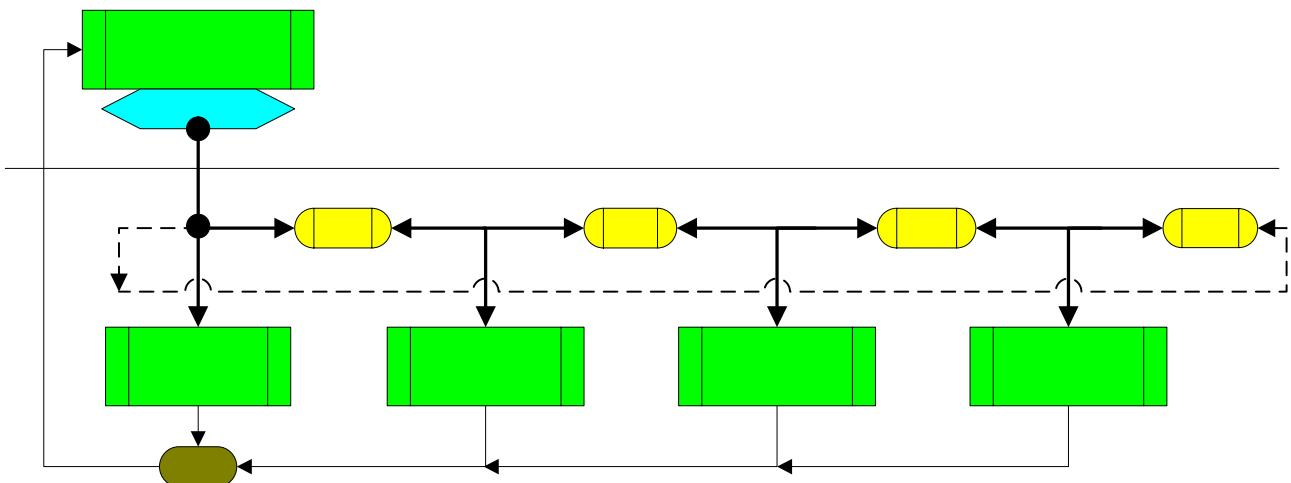

Рис. 3.3. Структурная схема раздела «КОНТРОЛЬНЫЕ ТОЧКИ» системного меню ПУ
На рис. 3.3. изображена структурная схема раздела «КОНТРОЛЬНЫЕ ТОЧКИ», включающая 3 и 4-й уровни системного меню.
2.2.3.3. При минимальной чувствительности (коэффициенте усиления в тракте обработки) оценить уровень сигналов в различных контрольных точках платы БЭ. Для этого с помощью клавиш «ESC» и «←» из раздела «ТЕСТ» перейти в раздел «КОНТРОЛЬНЫЕ ТОЧКИ» (рис. 3.3.). Нажав «ENTER», перейти в подраздел «КТ1, КТ2», далее с помощью клавиш «→» или «←» наблюдать за другими подразделами («КТ3»...«КТ8»). На ЖК-индикаторе в течение 1...2 минут наблюдать сменяющиеся с каждым измерительным циклом (3 с) показания максимальных (по модулю) значений сигналов за это время, выраженные в мВ. Если БЭ функционирует в нормальном (штатном) режиме, то эти значения не должны выходить за пределы измерений, представленные в табл. 3.1.
2. Частота механического отклика СЗ на ветровую помеху незначительно, но все же зависит от скорости ветра и направления. Поэтому при измерении и дальнейшем усреднении результатов рекомендуется выбирать наиболее сильные порывы ветра и направление, перпендикулярное линии распространения СЗ. Такие порывы приводят к возникновению наибольших помеховых сигналов, которые можно контролировать в подразделе «КТ5» раздела «КОНТРОЛЬНЫЕ ТОЧКИ» (рис. 3.3.).